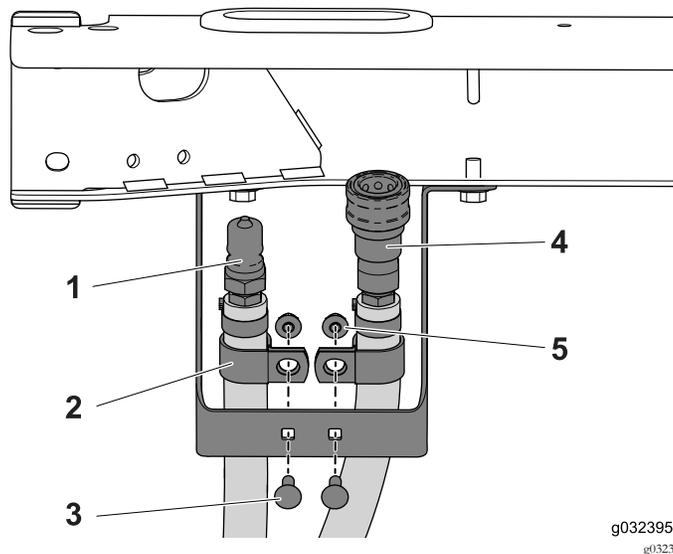

Рисунок 28
3. Установите R-образный хомут на каждый шланг (Рисунок 28).
4. С помощью двух каретных болтов (1/4 x 3/4 дюйма) и фланцевых гаек установите на кронштейн R-образный хомут и шланг в сборе (Рисунок 28).